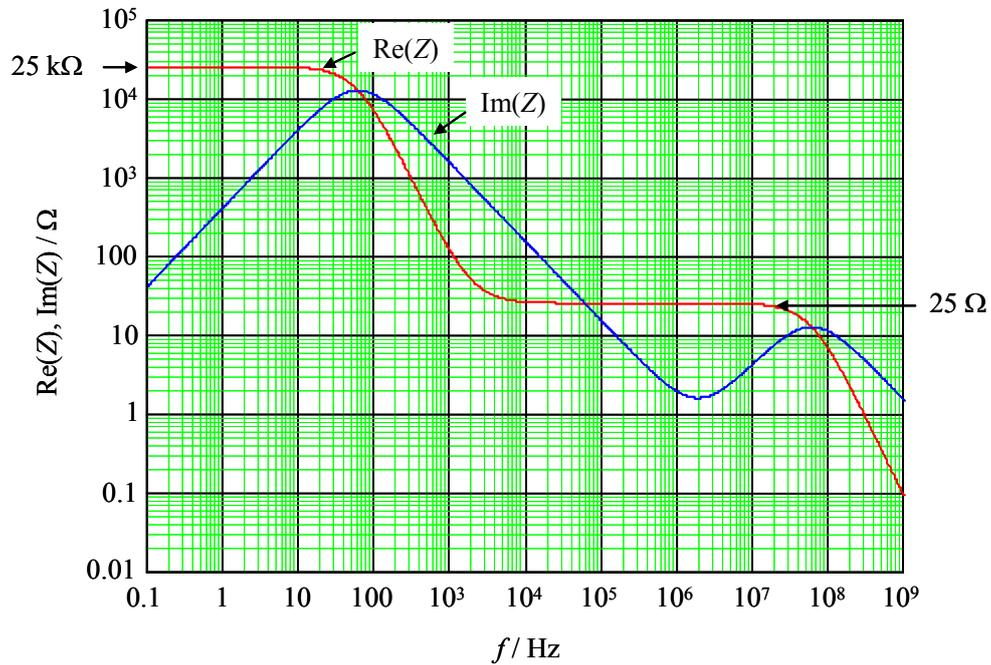

Bild 2
Die komplexe Impedanz des Kondensators wird in einem Frequenzbereich von 100 mHz bis 1 GHz aufgenommen. Real- und Imaginärteil sind in Bild 2 über der Frequenz dargestellt.
*Hinweis:* Lesen Sie geeignete Werte aus dem Diagramm (Bild 2) ab.